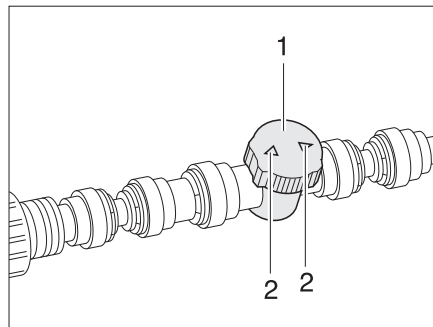

Fig. 113 Régulateur du chauffage du plancher/du réservoir d'eaux usées
- Régler le régulateur (Fig. 113,1) sur le débit désiré (débit max. = flèche (Fig. 113,2) dans le sens de la conduite).
- Tourner le régulateur (Fig. 113,1) de sorte que la flèche (Fig. 113,2) se trouve en travers de la conduite de chauffage.